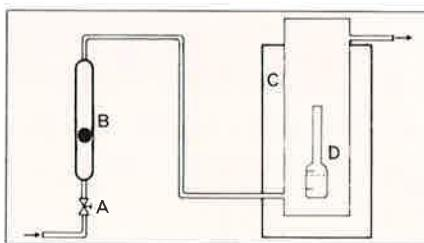

図2 校正用ガス調製装置の一例
- 2) 一定流量のキャリアガスを流すことのできる恒温槽(校正用ガス調製装置《パーミエータPD-1B》など: 図2)に投入。1時間以上経過したら使用可能です。